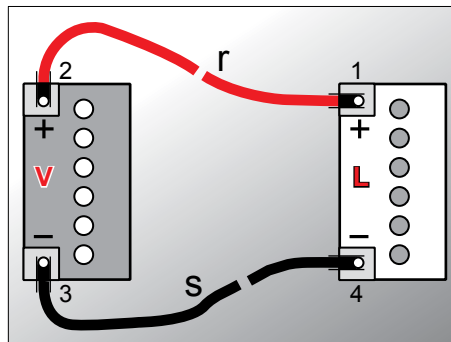

Fig. 112
1. Slut det røde startkabel pos r (Fig. 112) til det tomme batteris pluspol Pos. L.
2. Slut det røde startkabel til det opladede batteris pluspol pos. V (Fig. 112).